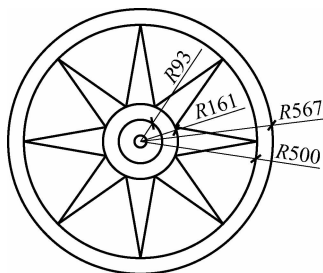

图 3-39 绘制拼花图案
绘制如图 3-39 所示的图形。
(9)使用直线命令连接其他端点,得到图 3-39 所示图案。